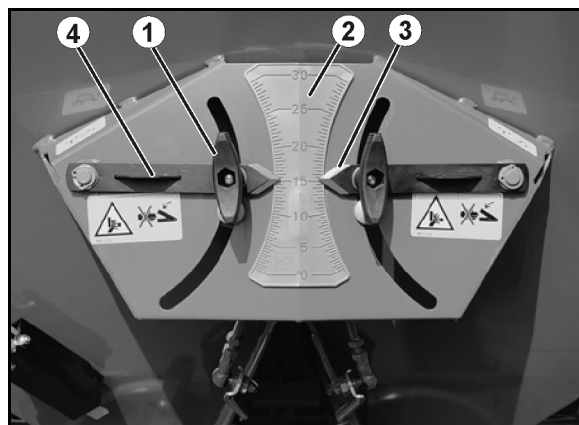

Fig. 60
2. Løsne vingemutteren (Fig. 60/1).
3. Finn skalaverdien for spjeldstillingen som er hentet fra spredetabellen eller som er fastslått med dreieprøvestyret på skalaen (Fig. 60/2).
4. Still avlesekannten (Fig. 60/3) til de to stillspakene (Fig. 60/4) på denne skalaverdien.
5. Trekk vingemutteren (Fig. 60/1) godt til igjen.